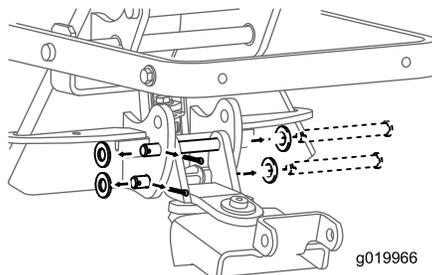

Figura 1
1. Retire y deseche los pasadores y las chavetas que sujetan el soporte existente al extremo inferior del mecanismo de enganche (Figura 1).